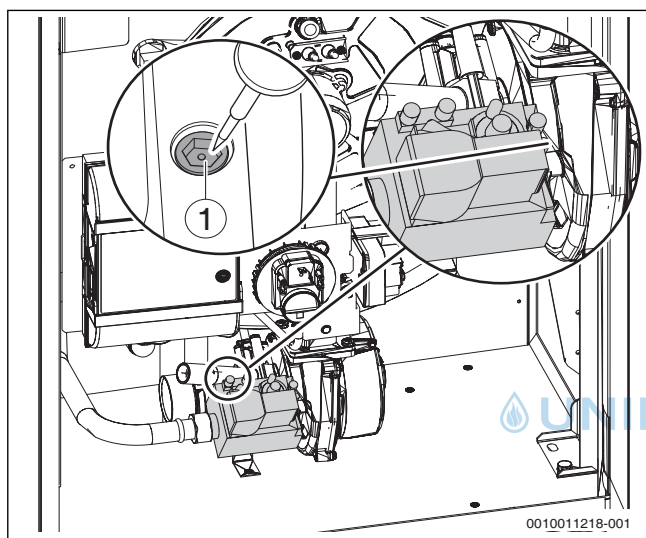

Bild 55 CO₂-Einstellung bei Volllast vornehmen
- ▶ Bei CO₂-Werten < 8,5 % oder > 9,6 % die Einstellung an der Volllast-Einstellschraube korrigieren (→ Bild 55 und Tabelle 12).